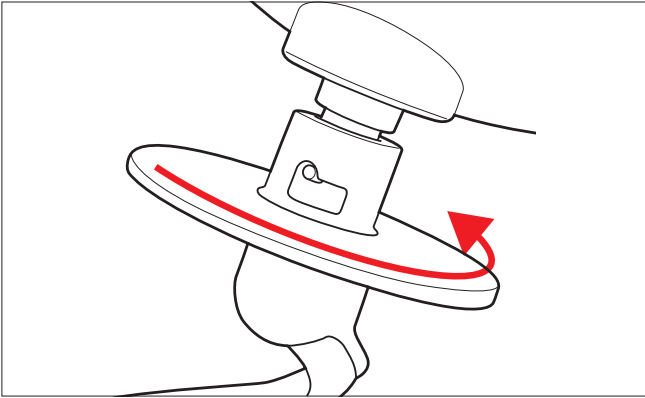

Abb. 9 – Rührwerkzeug sichern
- ▶ Drücken Sie das Rührwerkzeug nach oben und drehen es im Uhrzeigersinn, bis es einrastet. Ein Rührwerkzeug kann nur dann richtig eingesetzt und gedreht werden, wenn die Führungsnase in der entsprechenden Führungsnut sitzt (siehe Abb. 9).